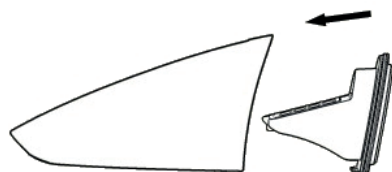

Figura 8
5. Vuelva a instalar el conjunto de filtrado, tal como se indica en la figura 8 que aparece a continuación.